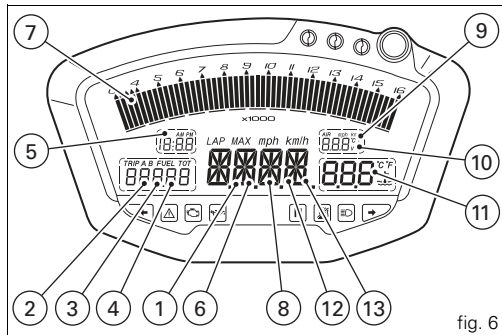

fig. 6
12) **Service warning (SERV)** (fig. 6).
13) **Data logger (USB)** (fig. 6).